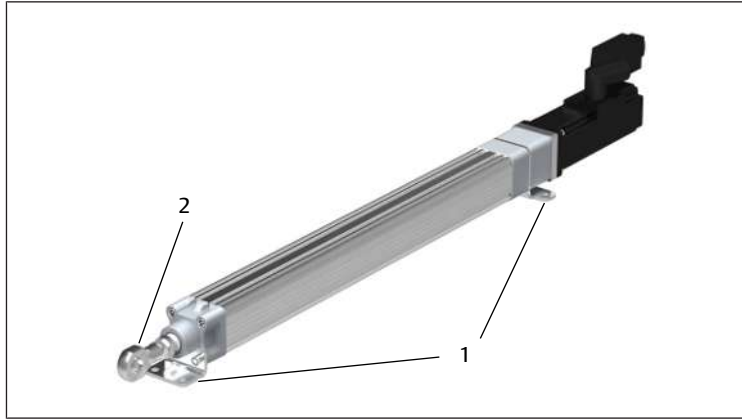

Fig. 9: Atornillar la horquilla con rótula y los accesorios de montaje
- Atornillar la horquilla con rótula (2) y los accesorios de montaje (1) a la máquina o instalación. Véase → Fig. 9.